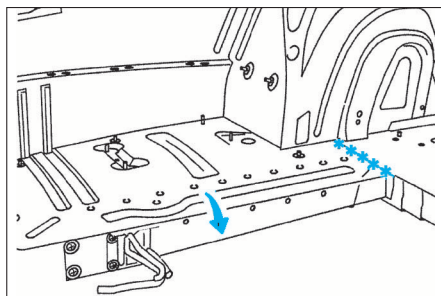

FIG. 89
- Fraiser les points de soudures (3) et (4).
- Fraiser les points de soudures (Fig.89).